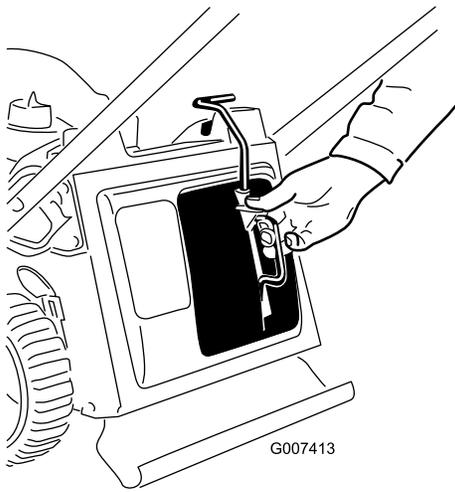

Figura 11
2. Col pollice schiacciate il pulsante presente sulla leva per inserire completamente il tappo mulching nell'apposita apertura (Figura 11).